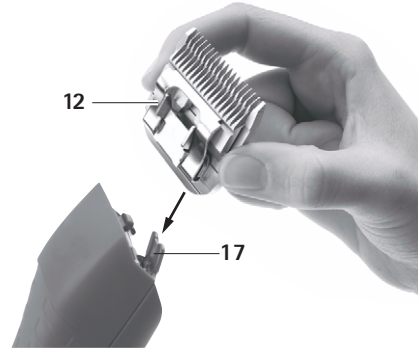

Fig. 2
- Enficher la tête de tonte 12 sur la charnière de lame ouverte 17, voir Fig. 2.
- Presser légèrement la tête de tonte 12 en direction de la tondeuse DURATI, voir Fig. 2. La tête de tonte 12 s'encliquète de façon audible.